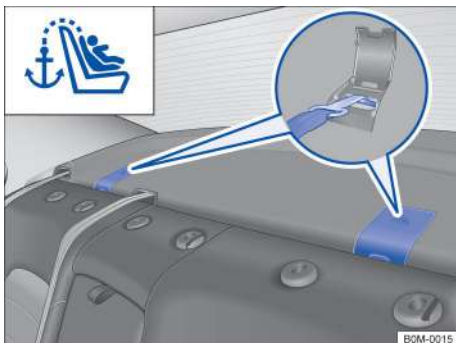

Рисунок 37. Спинка заднего сиденья: фиксирующее кольцо верхнего троса
- Откройте соответствующую крышку фиксирующего кольца →Рисунок 37.
- Прочно закрепите верхний трос в соответствующем фиксирующем кольце →Рисунок 37.